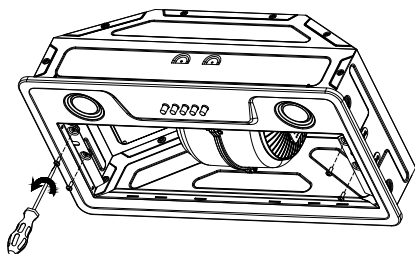

Рисунок 4
4. Отсоедините патроны ламп изделия, снимите и извлеките переднюю панель и соединительные элементы прибора (Рисунок 4).